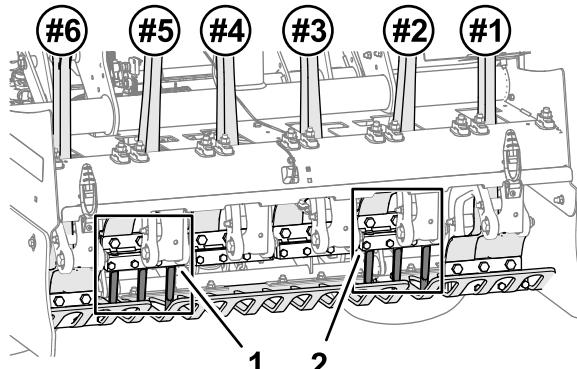

Рисунок 42
1. Прикрепите, не затягивая, держатель зубьев и зубья к толкающему рычагу № 2 (Рисунок 42 и Рисунок 43) с помощью 3 болтов (½ x 1¼ дюйма).